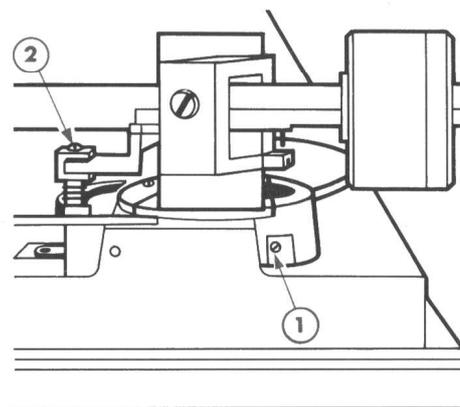

Fig. 5
- 6° - Si tel n'est pas le cas, agir sur la vis (2) (Fig. 5) :
- 3° - Si tel n'est pas le cas, agir sur la vis (1) (Fig. 5) :